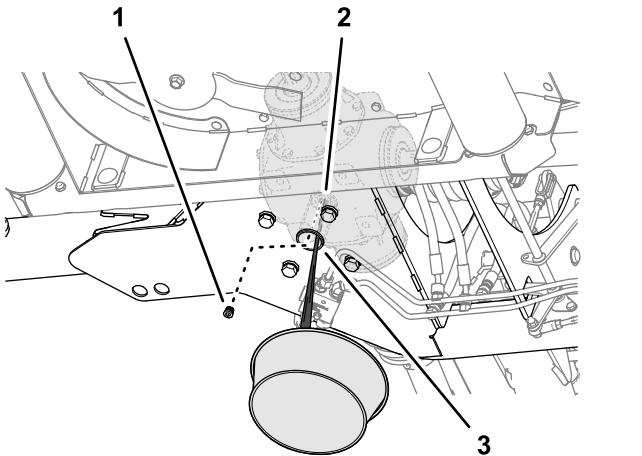

Figura 54
1. Lavorando attraverso il foro di accesso nella piastra inferiore del telaio del tosaerba, allineate una bacinella di spurgo sotto il foro (Figura 54).
2. Rimuovete il tappo di spurgo a presa dal relativo foro della scatola ingranaggi centrale e lasciate spurgare completamente il lubrificante (Figura 54).